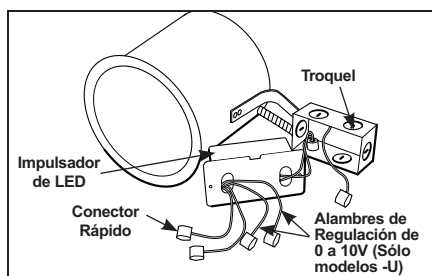

Figura 5
Paso 2. Quite la tapa de la caja de empalmes. Quite el/los troquel(es) apropiados para acomodar el tipo de suministro eléctrico que se está usando. (Figura 5)
Paso 3. Pele el alambre de suministro 3/8" e inserte cada alambre de suministro en el conector correspondiente. Conecte el alambre negro del accesorio al caliente, el alambre blanco del accesorio al neutral y el alambre verde del accesorio a tierra. (Figura 5).
Paso 4. Abra la caja de empalmes para acceder al cableado. (Figura 5)